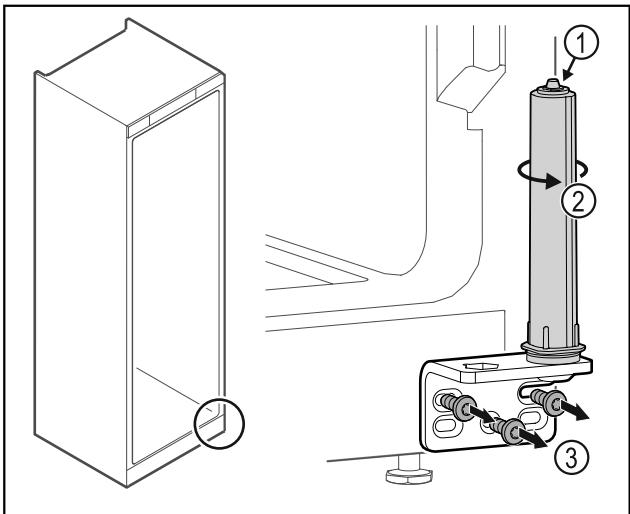

Fig. 39
▶ 请勿拆解关门系统 Fig. 39 (1)。
- ▶ 转动关门系统 Fig. 39 (2)，直至听到咔嚓声。
- ▶ 拧下合页角铁 Fig. 39 (3)。